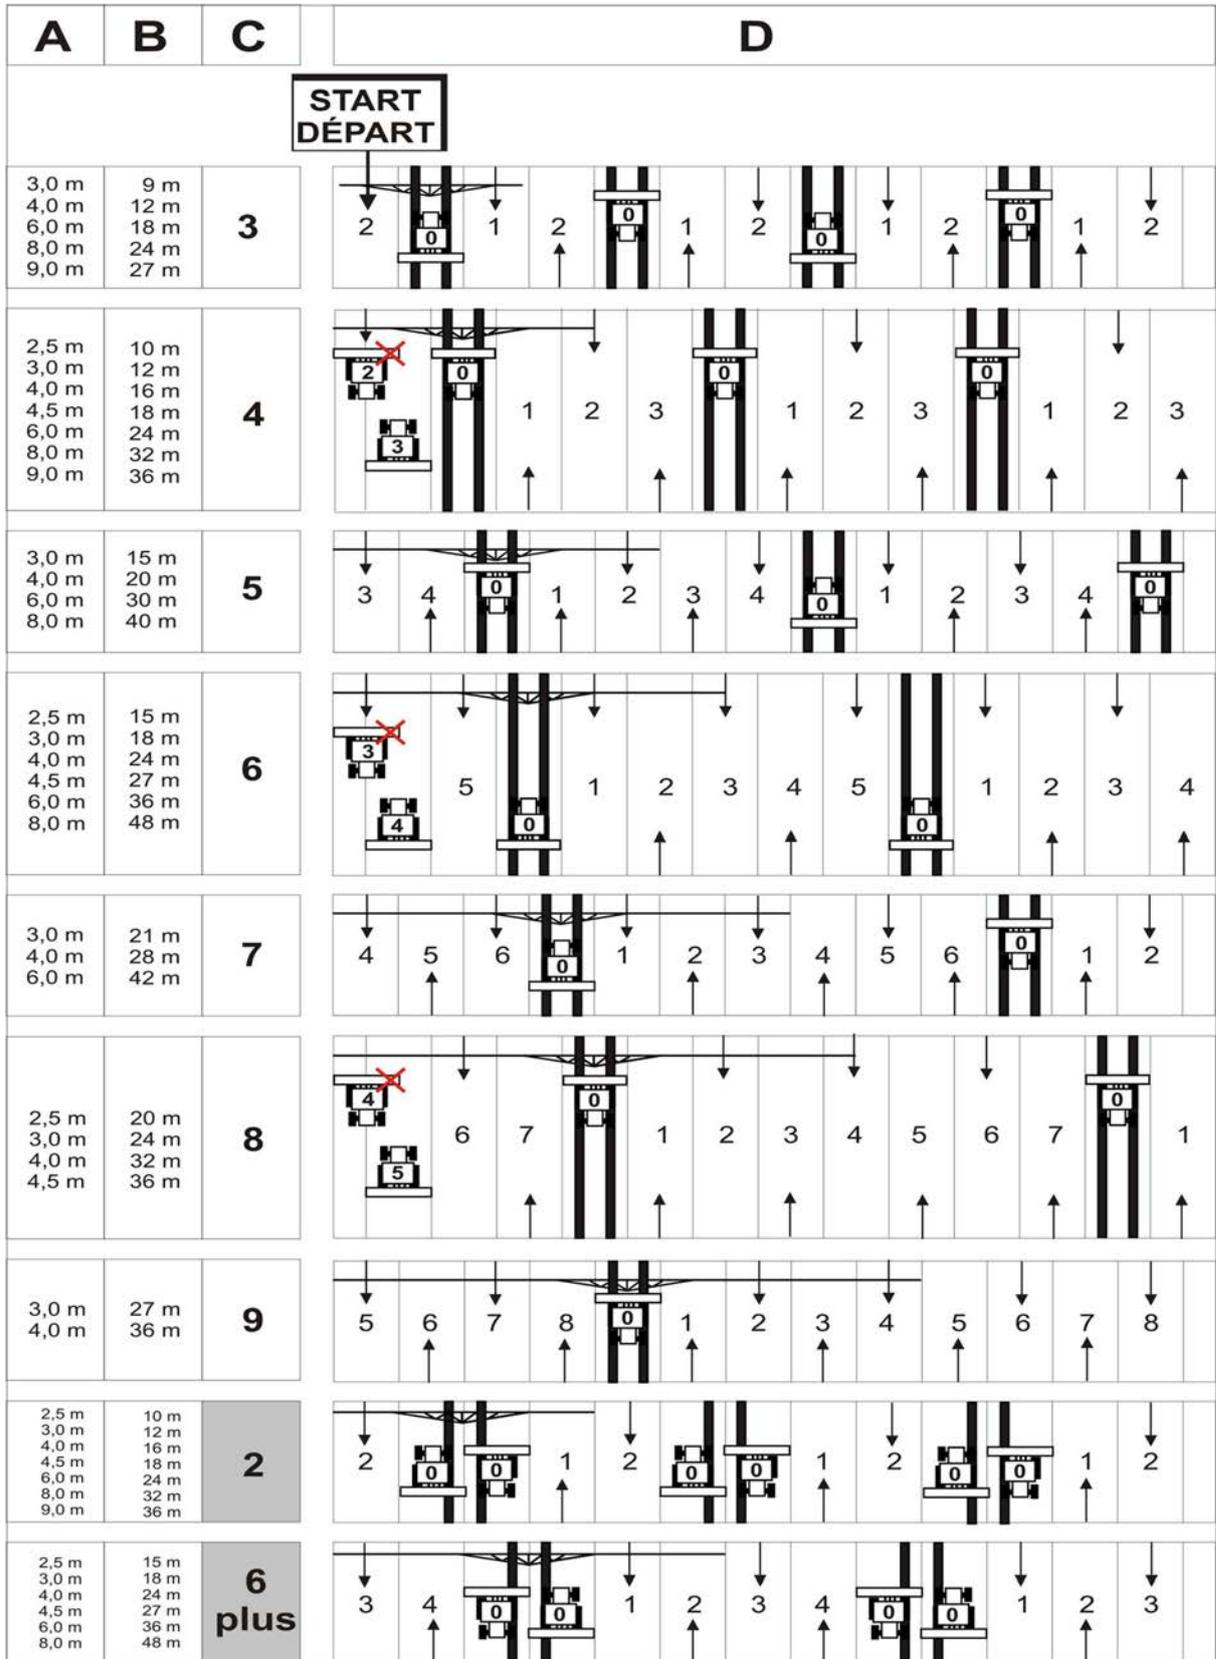

Fig. 58
La création de voies de jalonnage est représentée sur la figure (Fig. 58) à l'aide de quelques exemples :
1. Recherchez dans le tableau suivant (Fig. 58) :
La figure (Fig. 58) présente, entre autres, des exemples de création de voies de jalonnage avec une cadence de 4, 6 et 8.
La figure (Fig. 58) présente, entre autres, des exemples de création de voies de jalonnage avec une cadence de 2 et 6 plus.